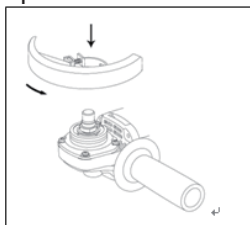

Figura 1
1) La manija auxiliar(1) puede ser puesta en la derecha, izquierda o parte superior. Seleccione la posición que le sea más cómoda.
2) Asegure el protector de afilar o de cortar: (Vea figura 1 y 2)